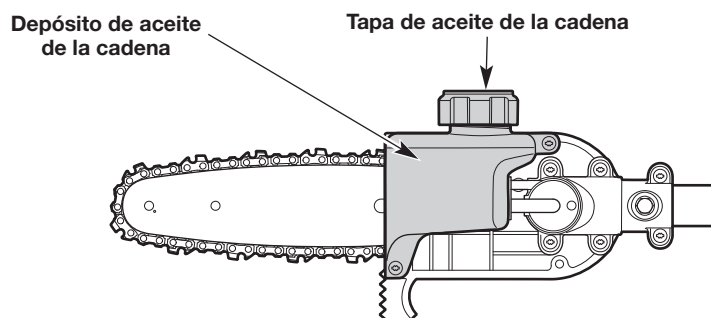

Fig. 12
1. Coloque la unidad sobre una superficie plana y nivelada. Coloque la unidad con la tapa de aceite de la cadena mirando hacia arriba (Fig. 12).
2. Asegúrese de que el depósito de aceite de la cadena esté lleno hasta la mitad como mínimo (Fig. 12). Si el nivel de aceite es demasiado bajo, agregue aceite para la barra y la cadena. Consulte *Llenado del depósito de aceite de la cadena*.
3. Desenrosque la tapa de aceite de la cadena (Fig. 12).